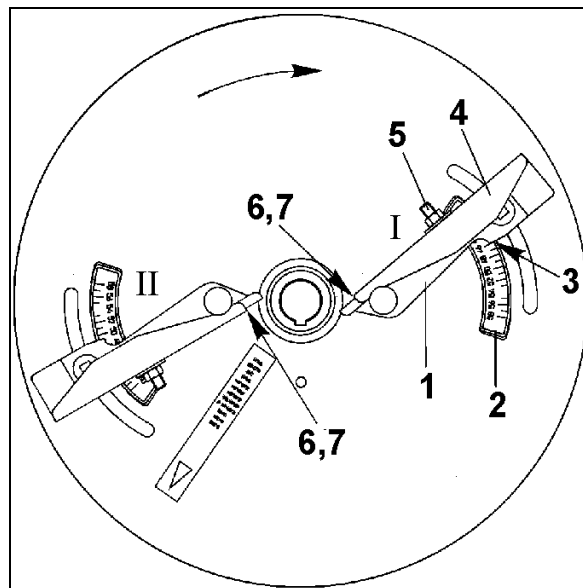

Fig. 64
sker, beroende på gödseltyp och körspårsavstånd till fältkant, med hjälp av de teleskopiska utkastarvingarna (Fig. 64/1) enligt angivelserna nedan:
1. De teleskopiska utkastarvingarna (Fig. 64/1) kan vridas, sedan muttern vid inställningsskalan (Fig. 64/2) för respektive vinge lossats. Inställningsvärdet avläses vid avläsningskanten (Fig. 64/3) varefter muttern åter drages åt.
2. Den yttre delen (Fig. 64/4) av den teleskopiska utkastarvingen kan dras ut sedan muttern (Fig. 64/5) lossats, varefter vingen kan ställas in till ett högre bokstavsvärde (Fig. 64/6) Respektive inställning för teleskopdelen avläses vid avläsningskanten (Fig. 64/7).